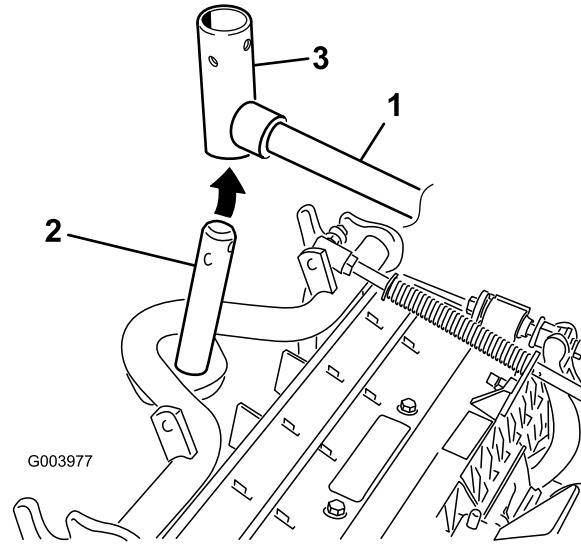

Bild 10
8. Frontschneideeinheiten: Schieben Sie eine Schneideeinheit unter den Hubarm und schieben Sie gleichzeitig die Trägerrahmenwelle in das Gelenkjoch des Hubarms (Bild 10).
2. Setzen Sie das Hubarmjoch in die Trägerrahmenwelle ein (Bild 10).